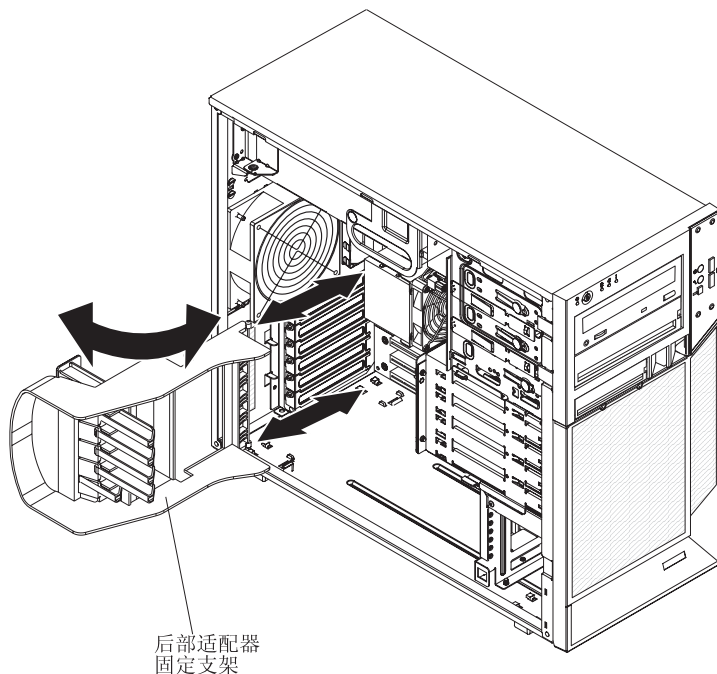

图 48. 安装后部适配器固定支架
1. 将后部适配器固定支架的顶部和底部释放卡口与机架上的开口对齐，直至释放卡口牢牢锁定到位（请参阅图 48）。